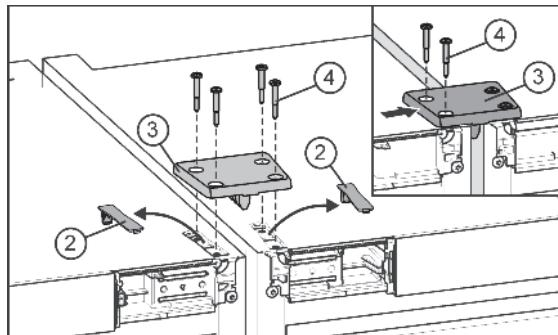

Fig. 5
► Выдвиньте из зацепления и снимите крышки Fig. 5 (2).
- Установите соединительную пластину Fig. 5 (3) и закрепите ее на одном устройстве с помощью двух винтов Fig. 5 (4).